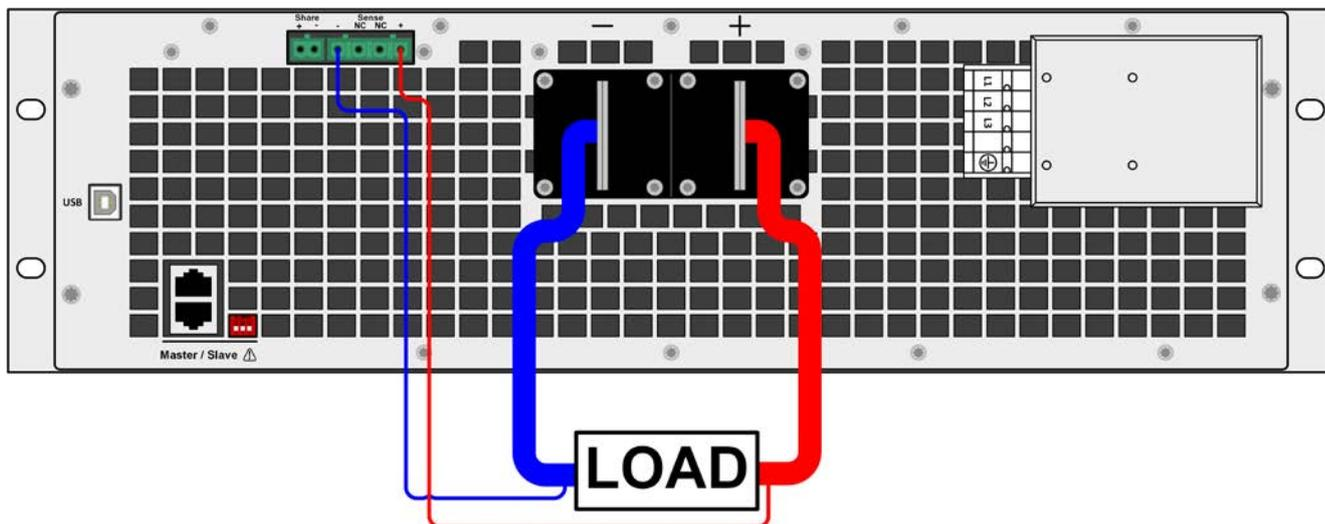

Figure 8 - Exemple de câblage pour contrôle distant
- La mesure à distance est uniquement accessible en fonctionnement à tension constante (CV) et pour les autres modes de régulation l'entrée Sense doit être déconnectée, si possible, car la laisser connectée augmente généralement les oscillations.
- Le câble + sense doit être relié au + de la charge et - sense au - de la charge, sinon l'entrée Sense peut être endommagée. Pour un exemple, voir la *Figure 8* ci-dessous.